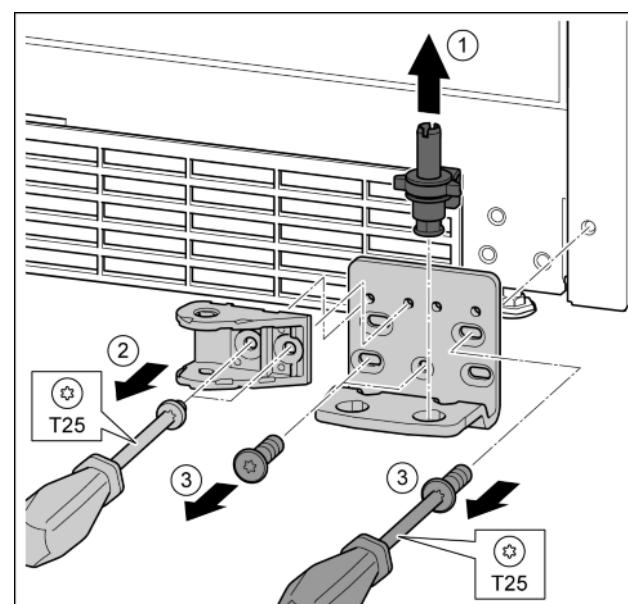

Fig. 30
- Опорный палец полностью извлечь движением вверх. Fig. 30 (1)
- Открутить винты отверткой T25 и снять соединительный элемент амортизатора закрывания дверей. Fig. 30 (2)
- Открутить винты отверткой T25 и снять опорный кронштейн. Fig. 30 (3)